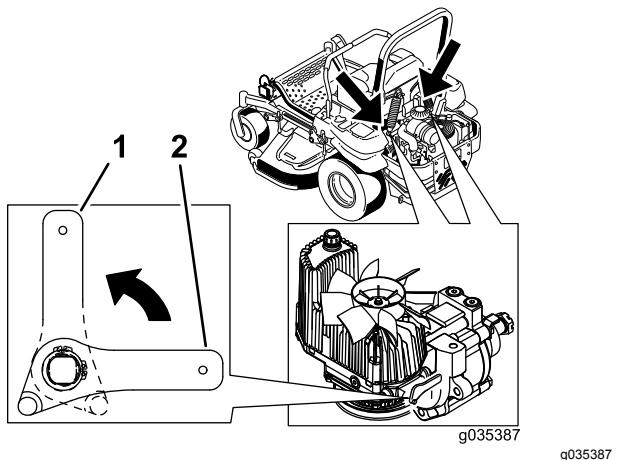

Figura 40
2. Ruotate verticalmente le leve delle valvole di rilascio per spingere la macchina (Figura 40).
4. Ruotate orizzontalmente le leve delle valvole di rilascio per guidare la macchina (Figura 40).